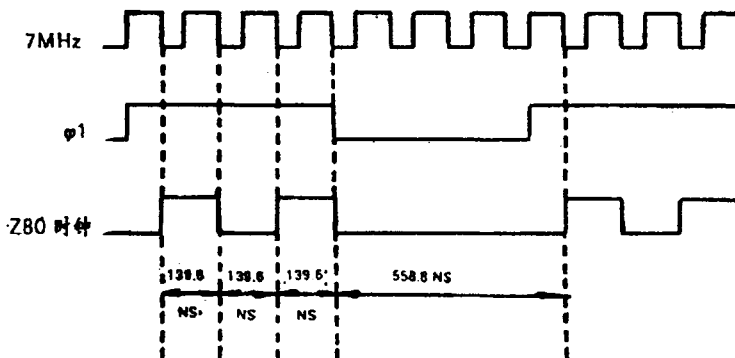

图77
①Z80卡时钟产生电路应使用工作速度较高的74S20芯片,并且为加速和改善波形,电路里还采用了由晶体管 $Q_1$  (2N3906) 及一些电阻电容元件构成加速电路。如果Z80卡上选用了工作速度较低的74LS20芯片来代用74F20 ( $U_{12}$ ) 或74S20芯片,或者晶体管 $Q_1$  及  $R_2$ ,  $R_3$ ,  $R_4$ ,  $C_4$  等元器件性能变差,都会导致卡上Z80Acpu时钟波形变差,而使cpu不能正常工作。
②Z80卡上的cpu应使用工作频率为4兆赫兹的Z80Acpu (或相同功能的其他系列型号芯片,如D7800等)。这是因为Z80卡上的时钟是由主机的1兆赫兹时钟 $\phi_1$ 和7兆赫兹时钟通过 $U_9$  (LS367),  $U_1$  (LS00) 和 $U_4$  (LS107) 合成后再分频而成的,它是一个平均频率为2兆赫兹的非对称时钟信号。它有一个半的3.58兆赫兹周期和半个1兆赫兹周期 (图77)。所以在工作时,要求cpu能有4兆赫兹的反应能力。但是,由于一些Z80卡上使用了2兆赫兹工作频率的Z80cpu或使用了一些频率特性不够好的cpu,使得系统工作一段时间或还未能工作,就因反应不过来而使系统死锁。